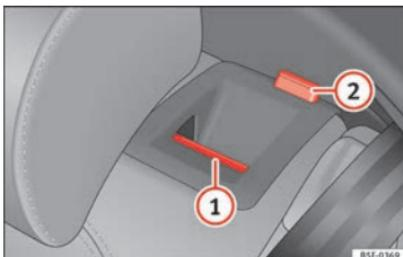

Fig. 155 Dans le dossier de la banquette arrière : touche de déverrouillage ① ; repère rouge ②.
- Tirez la touche de déverrouillage ➤ **fig. 155** ① vers l'avant et, en même temps, rabaissez le dossier.
- Le dossier arrière est débloqué quand le repère rouge est visible sur la touche ②.
Le dossier arrière est débloqué quand le repère rouge est visible sur la touche ➤ **fig. 155** ②.